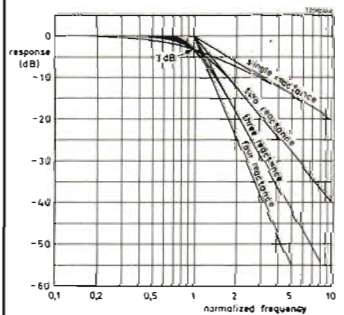

Fig 4.2. Grundformen av frekvenskurvorna hos filter med konstant resistans i lågpasfilter med olika antal använda element.
- Slutflanken närmar sig asymptotiskt en rät linje, dragen genom delningsfrekvensen med en lutning av 6 dB/oktav, multiplicerat med antalet resistiva element (se fig 4.2)
Överföringskaraktistiken i ett mångkanligt reaktansnät visas i fig 4.2.